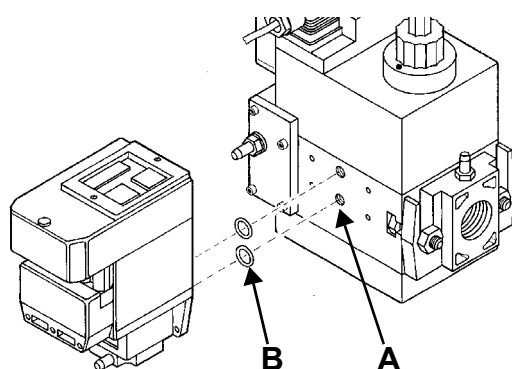
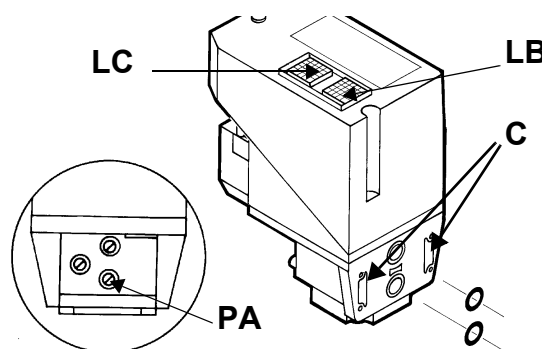

Fig. 22
Fig. 23
- 2 quitar los tornillos de cierre del grupo Multibloc (Fig. 22-A);
- 3 colocar los anillos de estanqueidad (10,5 x 2,25) en el VPS 504 (Fig. 23-B, Fig. 22-B);
- 4 apretar los 4 tornillos de control de estanqueidad (M4 x 16) Fig. 22-C.
Si se desea realizar un control, introducir un manómetro en la toma de presión **PA** en Fig. 23. Si el ciclo de prueba resulta positivo, después de algunos segundos se enciende la lámpara de consenso **LC** (amarilla). En caso contrario se enciende la lámpara **LB** de bloqueo (roja). Para reiniciar es necesario desbloquear el equipo presionando el pulsador luminoso **LB**.